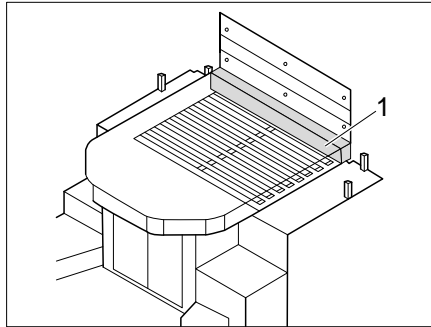

Bild 175 Bettverlängerung - Variante 1
- Zusatzmatratze (Bild 175,1) an der Stirnseite des Queensbetts einlegen.